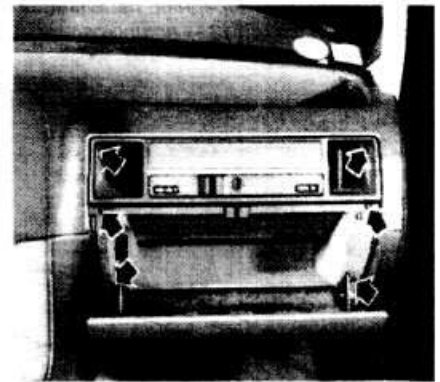

Рис. 16-3. Стрелками показаны винты крепления вещевого ящика
- Открыть крышку вещевого ящика и отвернуть шесть винтов крепления ящика (рис. 16-3).
- Открыть крышку вещевого ящика и отвернуть винты его крепления (рис. 16-3).